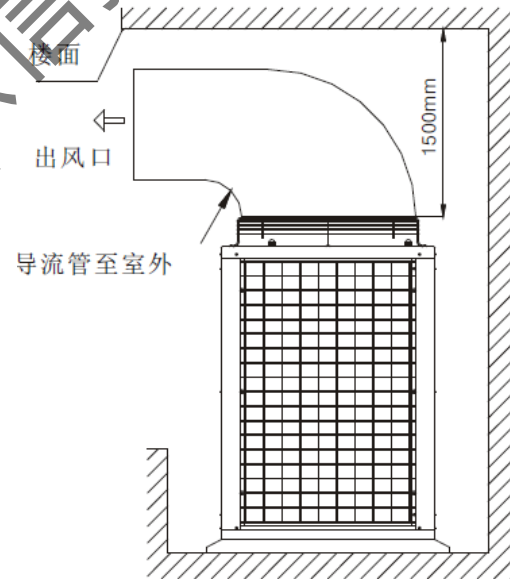

图 3
- 1) 室外机应置于少受雨淋和太阳直射的地方（不可避免时，请装设遮挡设施，见图 2）；机组置于阳台等上方有障碍的地方时，机组上方应至少保留 1.5 米的空间，否则应配接风管，如图 3。